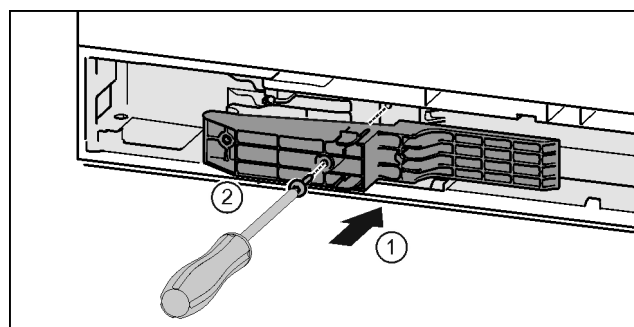

Fig. 43 *
- ▶ Вставьте деталь адаптера в выемку на стороне ручки. Fig. 43 (1)*
- ▶ Затяните винты отверткой T15. Fig. 43 (2)*